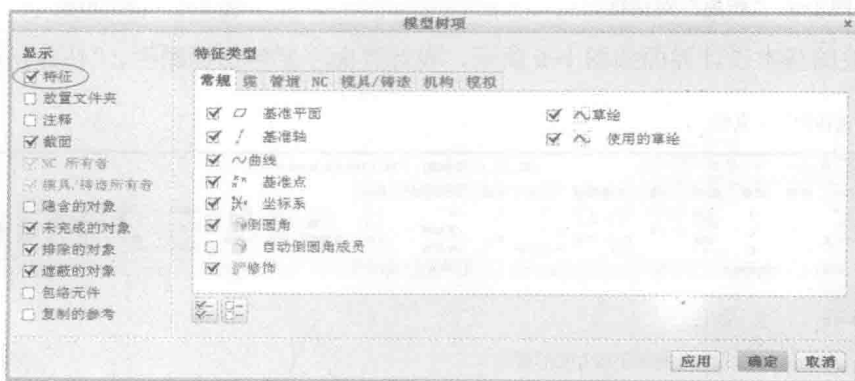

图 1-8 “模型树项”对话框
2) 选择“树过滤器”选项，弹出“模型树项”对话框，如图 1-8 所示。